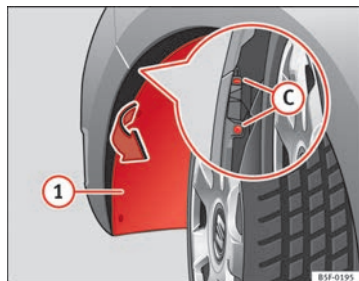

Fig. 190 Farol de nevoeiro: acesso ao conector e ao porta-lâmpadas
- Puxe o passa-roda (1) ⇒ Fig. 190 para dar acesso aos 2 parafusos (C) ⇒ Fig. 190 do pára-choques que ficam escondidos.